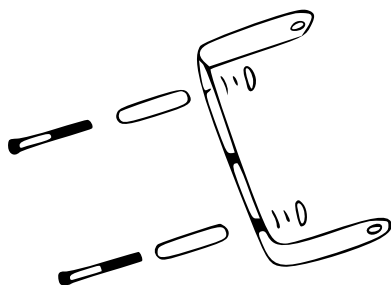
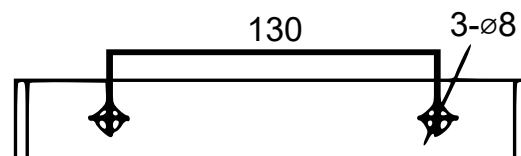

Abb. 1
Abb. 2
- Die Halterung hat an beiden Enden 2 Löcher, die mit einer entsprechenden M8-Schraube versehen sind (auch alle drei Löcher können mit Schrauben versehen werden). Jede Schraube muss mit einer Federscheibe oder einer Unterlegscheibe versehen werden (siehe Abb. 1.). Die Positionen der drei Löcher entnehmen Sie bitte der Abb. 2 (Abmessungen der Halterung). Sie können auch eine zusätzliche Halterung kaufen, um das Gerät während des Gebrauchs mit einer noch größeren Reichweite einsetzen zu können.